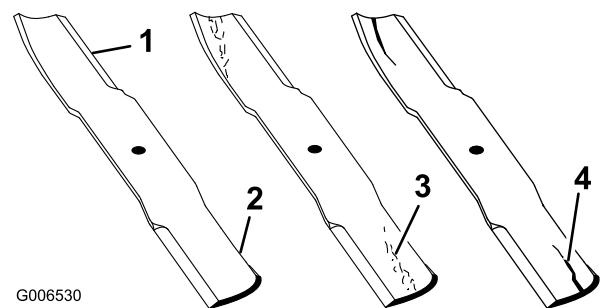

Figura 76
1. Controllate i taglienti (Figura 76). Se i taglienti non sono affilati o mostrano delle tacche, togliete le lame e affilatele. Vedere Affilatura delle lame.
2. Controllate le lame, in particolare l'area curva. Se notate incrinature, usura o scanalature in questa zona, montate immediatamente una nuova lama (Figura 76).